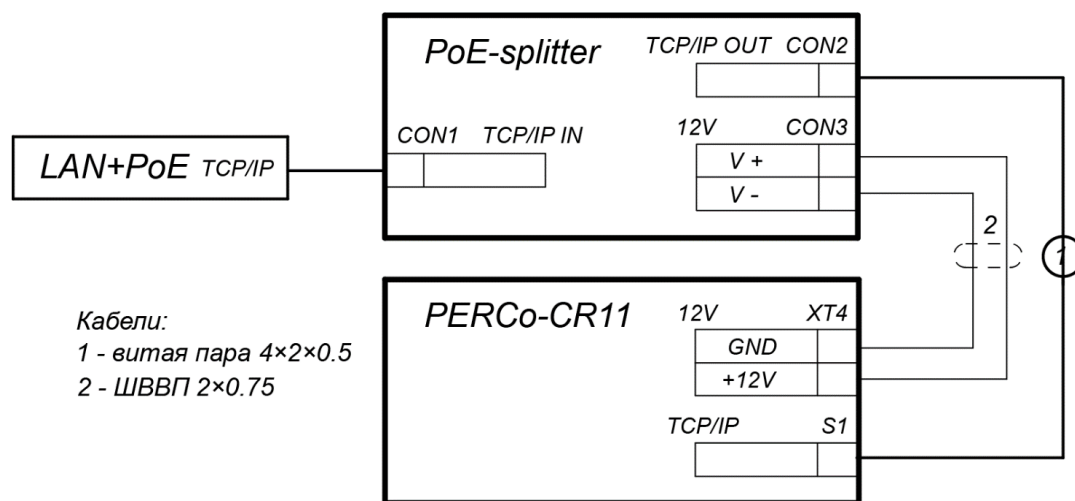

Рисунок 3. Схема подключения терминала через PoE-сплиттер
3. Подключите цепи питания терминала к разъему **Con3** сплиттера. Схема подключения приведена на рис. 3 (штекер для подключения к разъему входит в комплект поставки сплиттера).